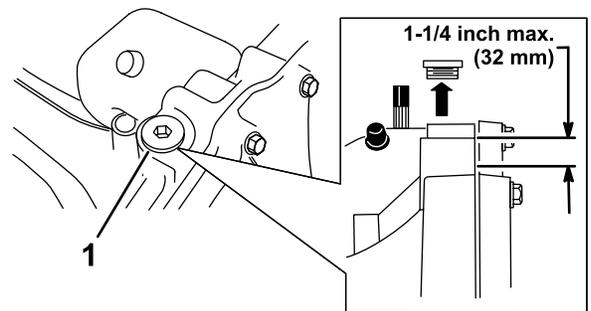

Figura 30
4. Limpie la zona alrededor del tapón de aceite (Figura 30) para que no pueda caer suciedad en el depósito, en caso de tener que añadir aceite.
Nota: El nivel debe llegar como máximo a (32 mm) por debajo de la parte superior del orificio de llenado (Figura 30). Añada aceite si es necesario.